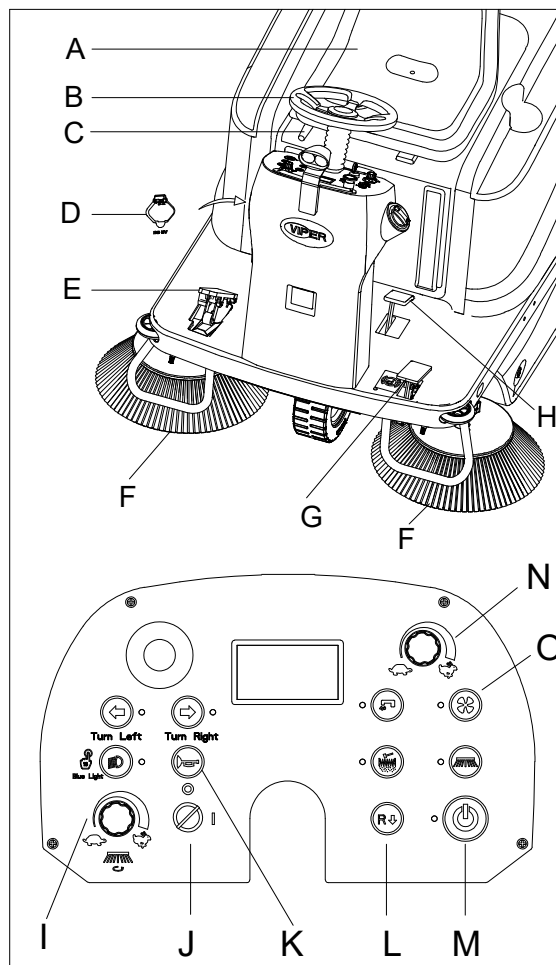

Figura 10
1. Sedersi sul sedile del conducente (A, Figura 10) e regolare la sua posizione con la leva (C, Figura 10) per consentire un facile raggiungimento di tutti i comandi.
Il sedile del conducente (A, Figura 10) è dotato di un sensore di sicurezza, che consente la guida della macchina solo quando l'operatore si trova sul sedile del conducente.
1. Sedersi sul sedile (A, Figura 10), inserire la chiave di accensione (J, Figura 10) e ruotarla su "I".
3. Premere il pulsante di avviamento unico (M, Figura 10) per avviare la macchina, le spazzole laterali e la spazzola principale si abbassano automaticamente al pavimento.
4. Premere il pedale dell'acceleratore (E, Figura 10), guidare la macchina in avanti o indietro con il volante (B, Figura 10) e il pulsante avanti/indietro (L, Figura 10). La velocità di guida può essere regolata con la manopola di regolazione della velocità (N, Figura 10). Le spazzole principali/laterali e il motore di aspirazione iniziano a funzionare.
5. Regolare la velocità della spazzola laterale con la manopola di regolazione della velocità della spazzola laterale (I, Figura 10) in base alle necessità di pulizia.
6. La porta di ricarica USB (D, Figura 10) può essere utilizzata per ricaricare il cellulare o il tablet quando la chiave di accensione (J, Figura 10) viene ruotata su "I".
7. Premere il clacson (K, Figura 10) per allertare le persone, se necessario.
La spazzola principale e le spazzole laterali (F e H, Figura 10) possono essere abbassate e sollevate anche quando la macchina è in movimento. La spazzola principale e le spazzole laterali non ruotano quando vengono sollevate.
8. Iniziare a spazzare ruotando il volante (B, Figura 10) e guidare la macchina in avanti con il pedale dell'acceleratore (E, Figura 10).
9. Rilasciando il pedale dell'acceleratore (E, Figura 10) la macchina interrompe il movimento.
10. Premere di nuovo il pulsante di avviamento unico (M, Figura 10) per spegnere le spazzole, il motore di aspirazione e la pompa. La spazzola principale e le spazzole laterali si sollevano automaticamente dal pavimento. L'impianto di aspirazione si spegne dopo un ritardo di diversi secondi.
4. Per raccogliere materiali di scarto leggeri e ingombranti, sollevare la gomma anteriore premendo il pedale flap (H, Figura 10); tenere in considerazione che la capacità di aspirazione della macchina si riduce quando la gomma anteriore viene sollevata.